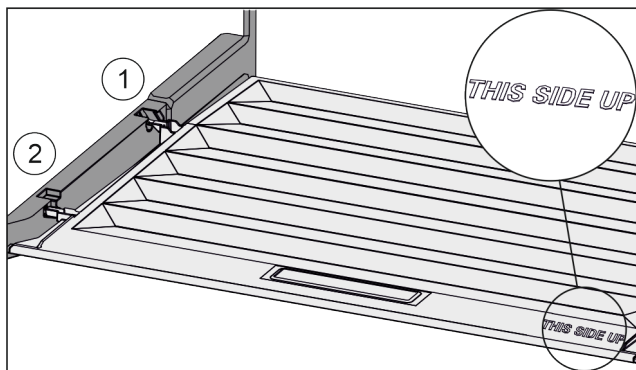

Fig. 157
- ▶ Introduire les rainures du couvercle par l'orifice du support arrière Fig. 157 (1) et les enclencher à l'avant dans le support Fig. 157 (2).